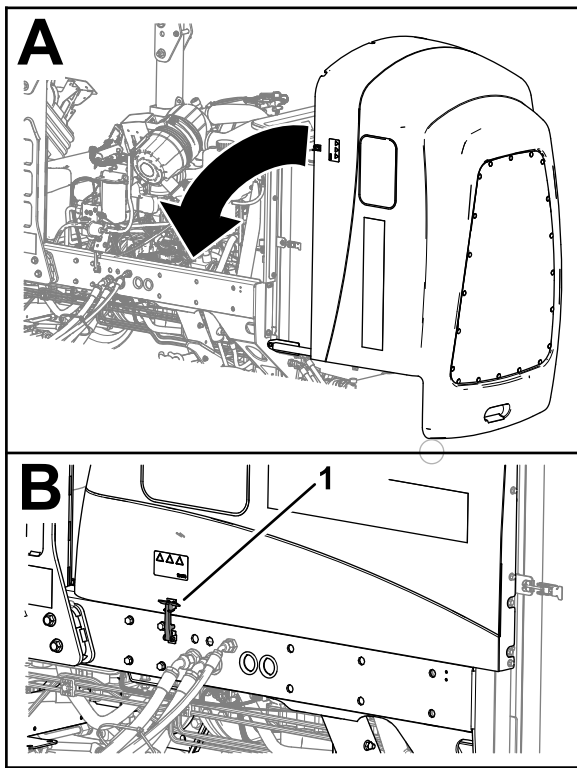

Figura 97
1. Gire cuidadosamente el capó para cerrarlo (Figura 97).